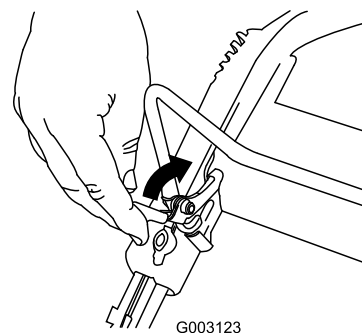

Figura 20
1. Tirate indietro il dispositivo di bloccaggio della barra di comando (Figura 20).